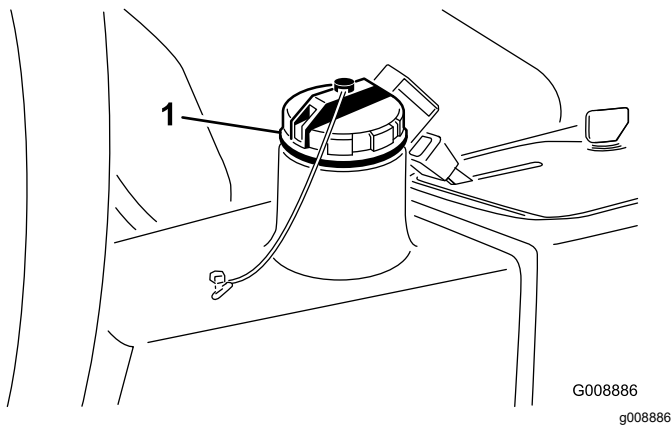

Figura 76
2. Pulite attorno al collo del bocchettone e del tappo del serbatoio idraulico (Figura 76).